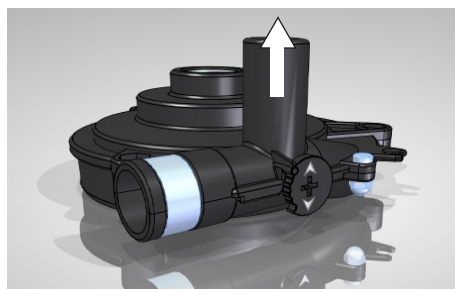

Fig 7.6.2 Bomba configurada en la posición de **circulación EXTERNA**.
- Circulación **EXTERNA**: El agua sale de la bomba por el tubo vertical (Ver fig 7.6.2). Esta configuración permite el envío de líquido a un circuito de circulación exterior para atemperar, refrigerar, etc... un equipo externo. Esta es la configuración de fábrica.